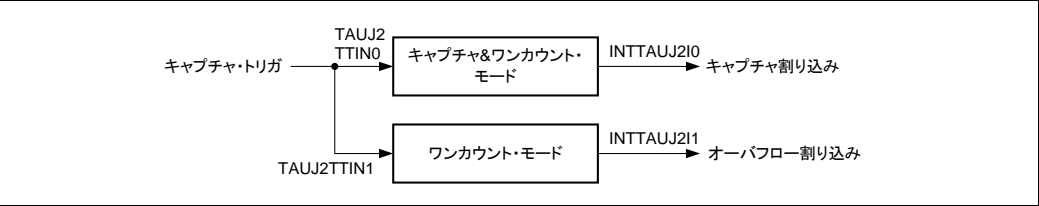

図12-24 オーバフロー割り込み出力のブロック図（TAUJ2TTINm 幅測定時）
チャンネル構成は、図 12-24「オーバフロー割り込み出力のブロック図」を参照してください。
- 削除: 図 12-24 図 12-24